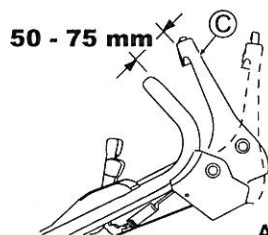

Abb. 14.
Nehmen Sie die Justierung so vor, dass die Klinge sich zu drehen beginnt, wenn der Abstand zwischen dem Klingenhebel (C) und dem Griff 50 - 75 mm beträgt und der gelbe Knopf, wie in Abb. 14 dargestellt, gedrückt ist.